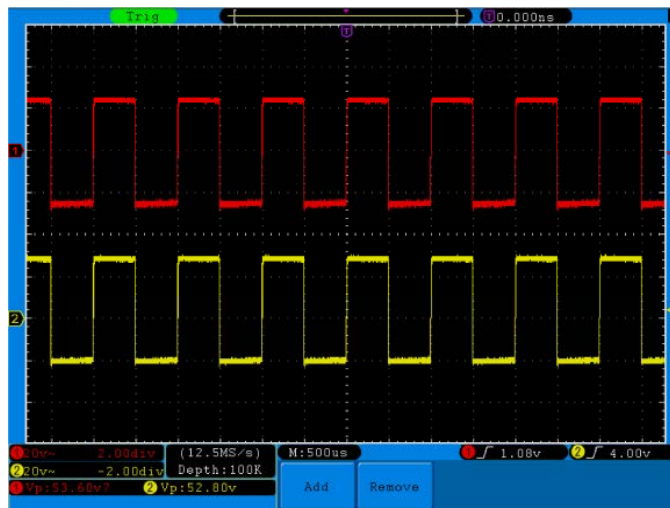

Abb. 80 Wellenform bei der Messung der Verstärkung
8. Lesen Sie die Spitze-Spitze-Werte von Kanal 1 und Kanal 2 in dem angezeigten Menü ab (siehe **Abb. 80**).